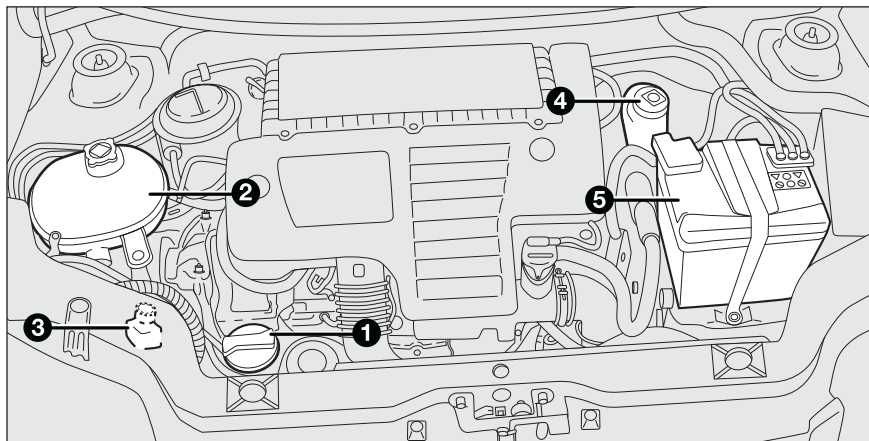

fig. 3
**Version 1.3 Multijet - fig. 3**